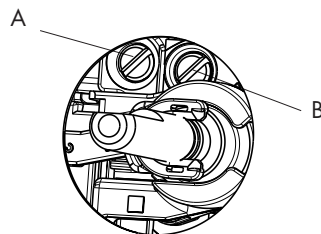

Fig 6
- pour le réglage au minimum, tournez à l'aide d'un tournevis approprié la vis dans l'axe du robinet (Fig. 6) après avoir placé le robinet sur la position du minimum. Pour GPL (butane / propane) serrez à fond, régler les deux vis A et B pour le robinet dual.